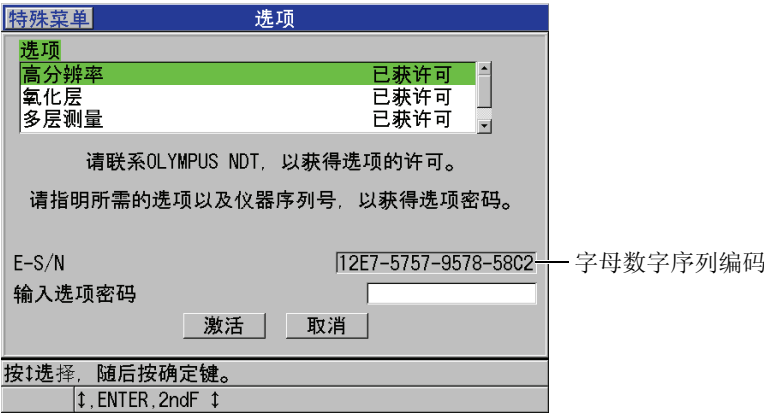

图 7-1 用于激活软件选项的选项屏幕
3. 在**选项**屏幕中 (参见第 80 页的图 7-1), 请记录下出现在**序列号**一栏中的 16 位的字母数字序列编码。
5. 在**选项**屏幕中 (参见第 80 页的图 7-1):